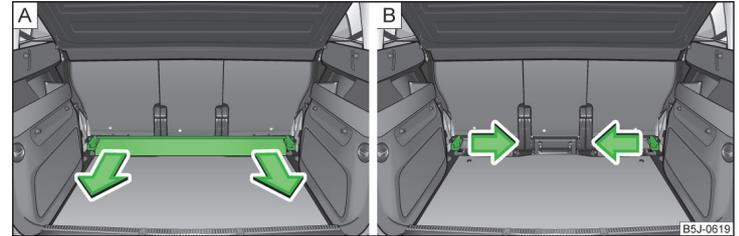

Fig. 71 Maletero: retirar la guía portante transversal / las cuñas de retención
- Agarrar la guía portante transversal » fig. 71 - **A** y sacarla tirando de ella en el sentido de la flecha.
- Retirar la cuña de retención tirando en el sentido de la flecha » fig. 71 - **B**.